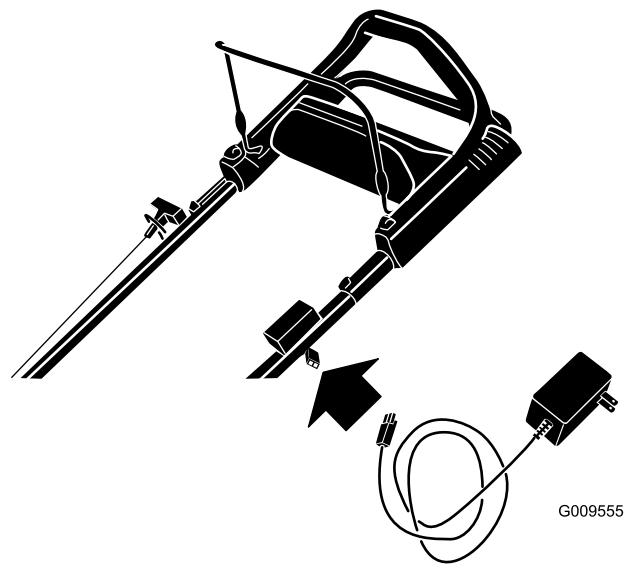

Figure 26
1. Branchez le chargeur sur le faisceau de câblage situé sous la clé de contact (Figure 26).